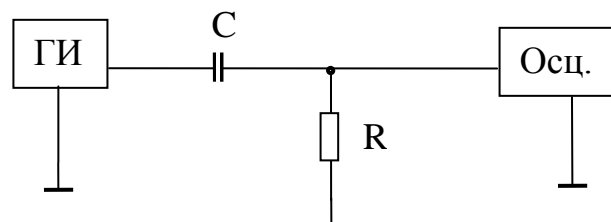

Рисунок 2
2.1. Зібрати в EWB 5.12 схему, показану на рис.2.